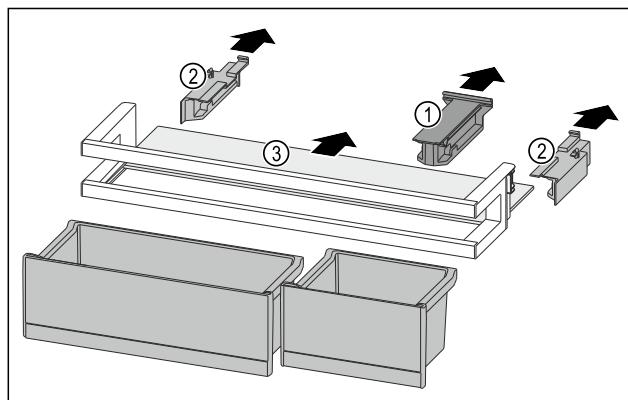

Fig. 91
- ▶ 拉出定位件 Fig. 91 (1)。
- ▶ 拉出侧面部分 Fig. 91 (2)。
- ▶ 取出搁板 Fig. 91 (3)。